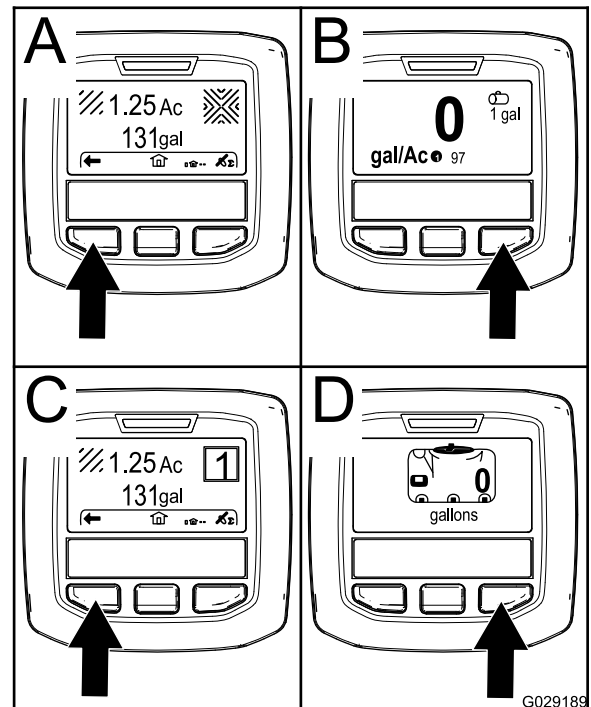

Figura 60
- Botón de selección derecha: **Área total fumigada** (Figura 60, A)
- Botón de selección derecha: **Caudal de aplicación** (Figura 60, B)
- Botón de selección izquierdo: **Área parcial fumigada** (Figura 60, C)
- Botón de selección izquierdo: **Volumen del depósito** (Figura 60, D)